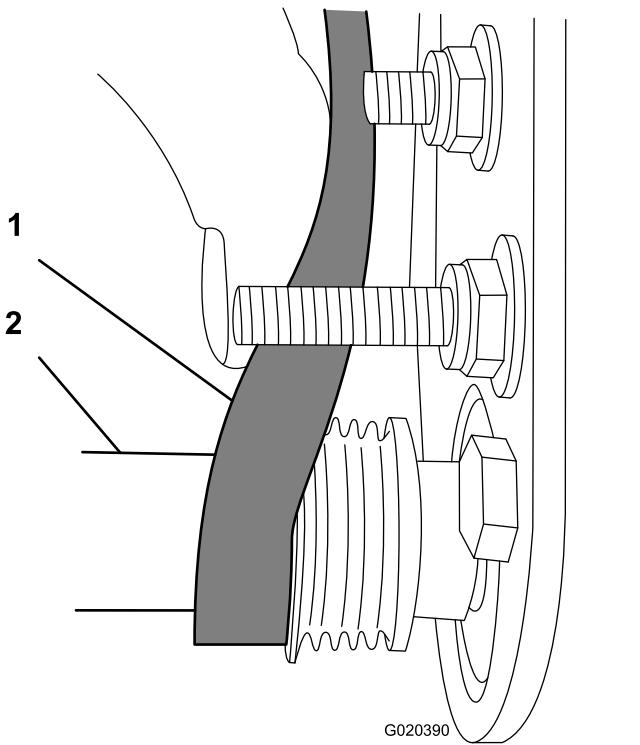

Figura 29
- Utilice una llave de vaso profundo de 9/16" para girar el conjunto del cepillo y guiar la correa sobre la polea arrastrada (Figura 29).